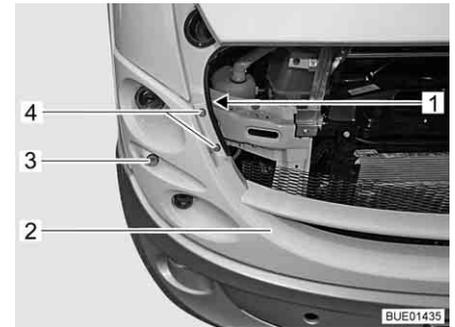

Fig. 291 Estrutura avançada de plástico com lâmpadas
- Desaperte o parafuso (Fig. 291,1) com a arruela e retire-o.
- Puxe cuidadosamente para diante a estrutura avançada de plástico (Fig. 291,2) na parte lateral até deixar acessível o capacete da lâmpada.
- Retire o capacete da lâmpada da luz de presença (Fig. 291,3) juntamente com a lâmpada.